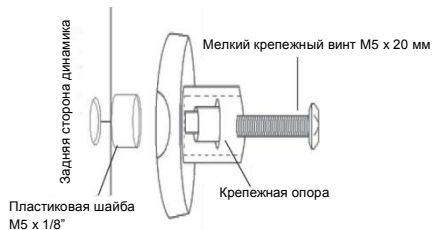

Рисунок 1
1. Для большинства динамиков-спутников необходимо использовать мелкий крепежный винт M5 x 20 мм вместе с пластиковой шайбой M5 x 1/8". Пластиковая шайба используется как прокладка между резьбовой вставкой и опорой (рисунок 1).